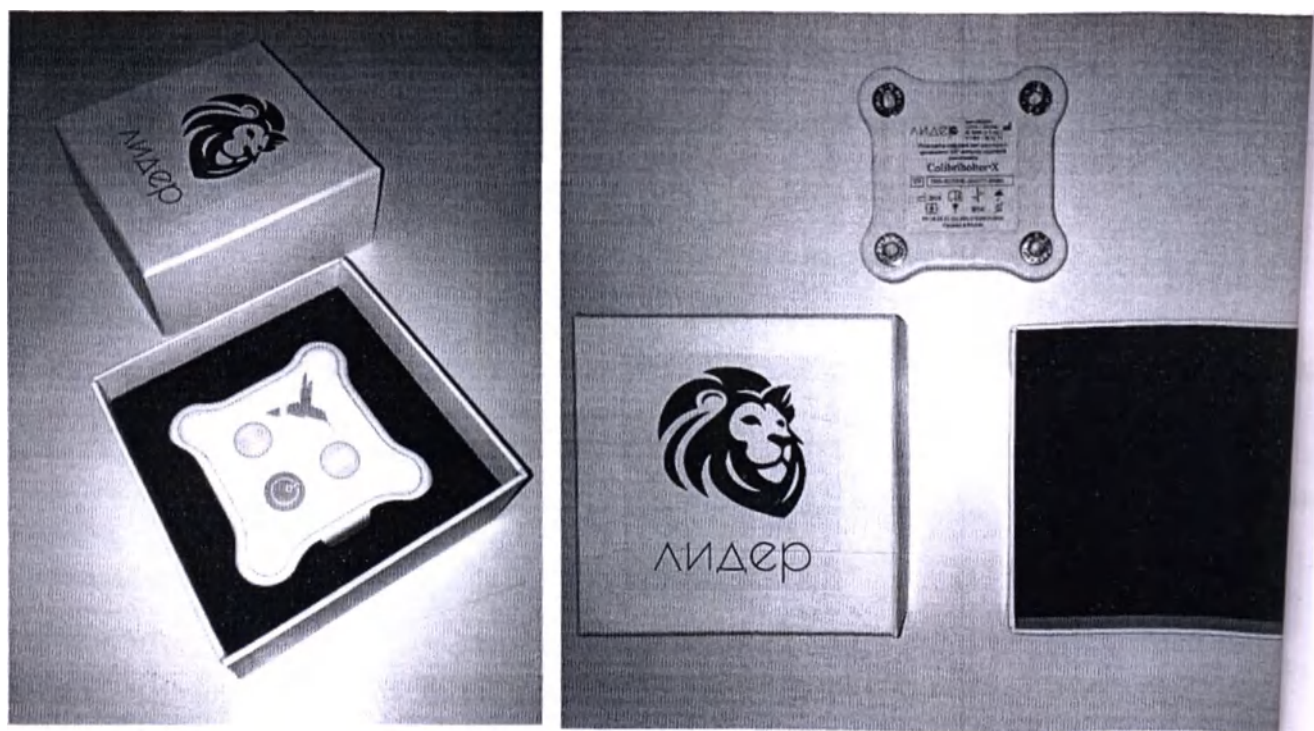

Рис. 4 – Потребительская упаковка изделия
1.7.2 Изделия укладываются в потребительскую упаковку в виде коробки из картона по ГОСТ 7950 (тип коробки «крышка-дно», с вложенным в коробку ложементом (см. рис. 4) и в транспортную упаковку по ГОСТ Р 52901 согласно чертежам предприятия-изготовителя. Материал потребительской упаковки: переплетный картон по ГОСТ 7950